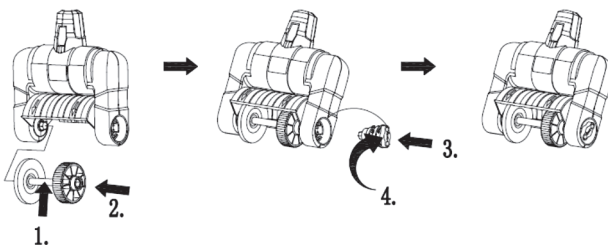

Fig. 4
B. Assemblez la brosse rotative en plastique ou la brosse métallique. Reportez-vous à la figure 4